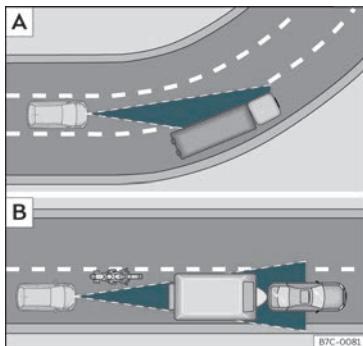

Fig. 162 **A** Veicolo in curva. **B** Motociclista che circola anteriormente fuori dal raggio d'azione del sensore radar.
L'ACC potrebbe non rilevare il veicolo che precede in una curva o potrebbe regolare la distanza con veicoli che si trovano su altre corsie >>> **fig. 162** **A**.
- Veicoli che circolano disallineati o al di fuori del raggio di rilevamento del sensore, ad esempio motocicli. >>> **fig. 162** **B**